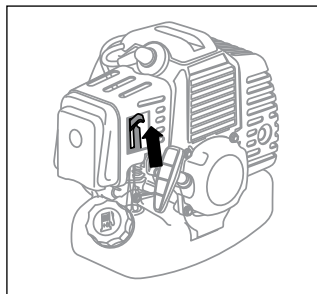

Рис. 12
4. Переведите рычаг воздушной заслонки в верхнее положение – || «Закрыто» (рис. 12).
7. Переведите рычаг воздушной заслонки (рис. 12) в нижнее положение ||| «Открыто».
1. Переведите рычаг воздушной заслонки в нижнее положение – ||| «Открыто» (рис. 12).